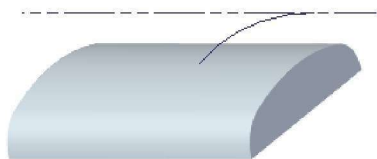
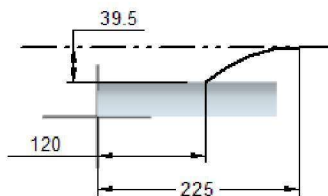

图 2.4 草图 1 (建模环境)
图 2.5 草图 2 (草绘环境)
Step3. 创建图 2.4 所示的草图 1。在 **草图** 区域中单击 按钮，选取右视图 (YZ) 平面为草图平面，进入草绘环境，绘制图 2.5 所示的草图 1，单击 按钮，退出草绘环境。